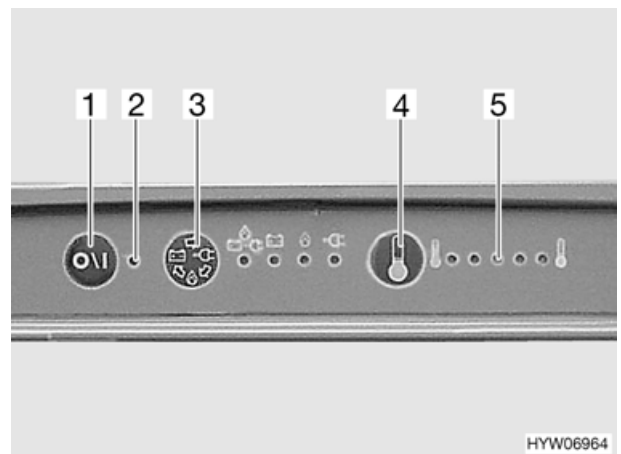

Bild 93 Bedienelemente für Kühlschrank
Ist die 230-V-Versorgung nicht angeschlossen und ist der Fahrzeugmotor ausgeschaltet, wählt das SES die Gasversorgung. Beim Anwählen des Gasbetriebs wird die Zündsicherung automatisch geöffnet, so dass Gas zum Brenner strömen kann. Gleichzeitig wird der elektronische Zünder eingeschaltet. Erlischt die Gasflamme, z. B. durch einen Luftzug, wird der Zünder sofort aktiviert und zündet das Gas wieder an. Bei Störung im Gasbetrieb blinkt die Kontroll-Leuchte (Bild 93,2) rot.
- Im Tankstellenbereich ist das Betreiben offener Flammen verboten. Falls der Aufenthalt länger als 15 Minuten dauert, muss der Kühlschrank am Taster (Bild 93,1) ausgeschaltet werden.
Nach dem Einschalten wählt der Kühlschrank automatisch die mittlere Thermostateinstellung. Diese Einstellung kann manuell mit dem Taster (Bild 93,4) nachgeregelt werden. Die Leuchtdioden (Bild 93,5) zeigen die gewählte Thermostateinstellung an. Mit dem Taster wird die Kühltemperatur für alle drei Energiearten eingestellt. Es dauert einige Stunden, bis der Kühlschrank die normale Betriebstemperatur erreicht hat. Beim Umschalten der Betriebsart wird die Thermostateinstellung beibehalten. Die Kühltemperatur wird unabhängig von der Energieart beibehalten.
- Taster (Bild 93,1) drücken. Kontroll-Leuchte (Bild 93,2) leuchtet grün.
- Kühltemperatur am Taster (Bild 93,4) einstellen. Die Leuchtdioden (Bild 93,5) zeigen die gewählte Thermostateinstellung.
Bei Störung im Gasbetrieb blinkt die Kontroll-Leuchte (Bild 93,2) rot.
Mit dem Taster (Bild 93,3) kann die Energiequelle manuell gewählt werden. Mit jedem Druck auf den Taster wird die Energiequelle in folgender Reihenfolge gewählt:
- Taster (Bild 93,1) drücken. Kontroll-Leuchte (Bild 93,2) leuchtet nicht mehr.